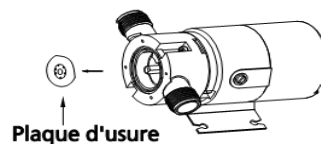

Figure 4 – Retrait de la plaque d'usure
3. Retirez la plaque d'usure elliptique si usé (voir figure 4).